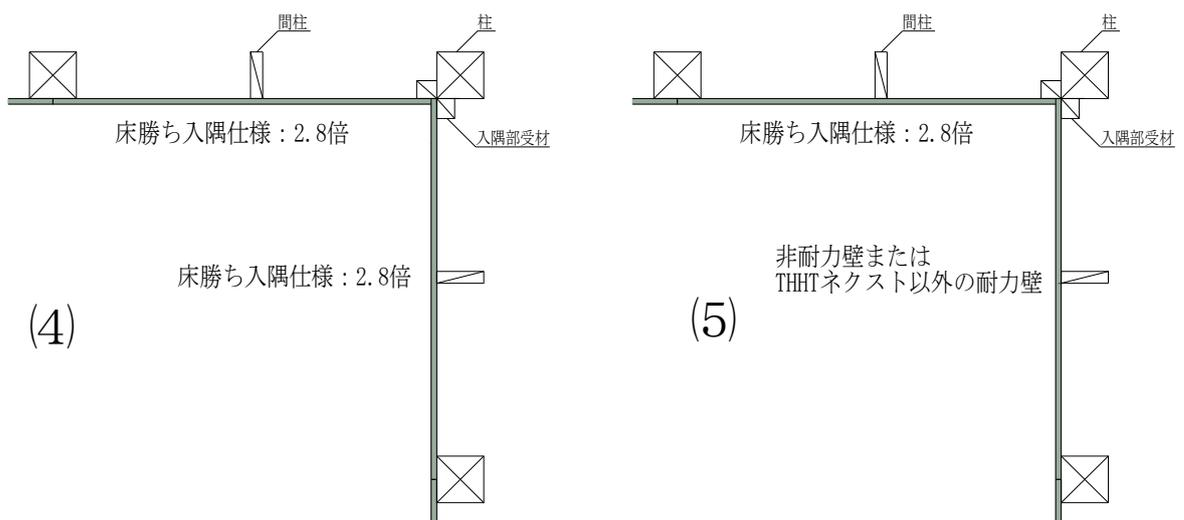

図9 入隅部の納まり図②
- ・(4)直交する両壁ともに耐力壁 (2.8倍) とできます。また、(5)直交するどちらかの壁が雑壁であった場合でも、もう一方の壁は耐力壁 (2.8倍) とできます (図9) 尚、入隅部面材の勝ち負けおよび 1P・2P は問いません。